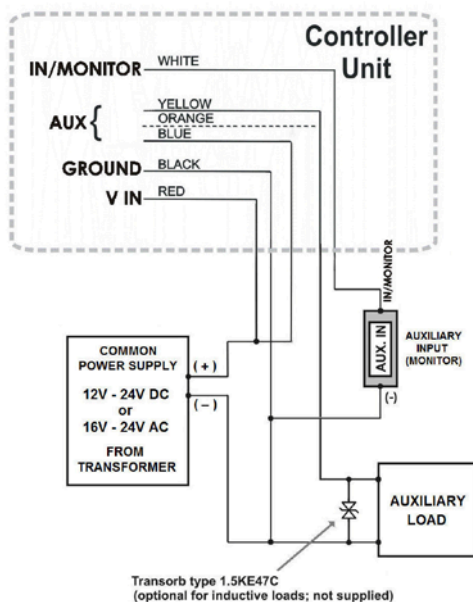

Figura 4: Diagrama de Cableado para Salida & Entrada Auxiliar
- Conectar la Salida & Entrada Auxiliar (Figura 4)